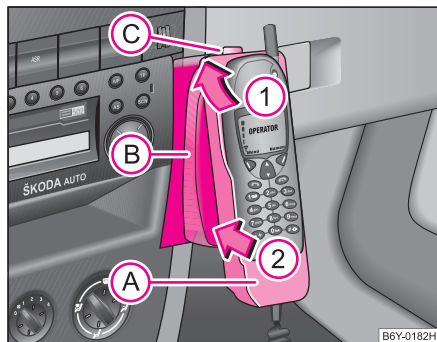

Abb. 98 Universal-
- Setzen Sie den Adapter ohne Telefon in die Halterung (B) zuerst in Pfeilrichtung (1) ⇒ Abb. 98 ein, bis der Adapter den Anschlag berührt. Drücken Sie dann den Adapter leicht in Pfeilrichtung (2), bis er einrastet.
- Setzen Sie das Telefon in den Adapter (A) (laut Anleitung des Herstellers) ein und schalten Sie die Zündung ein.